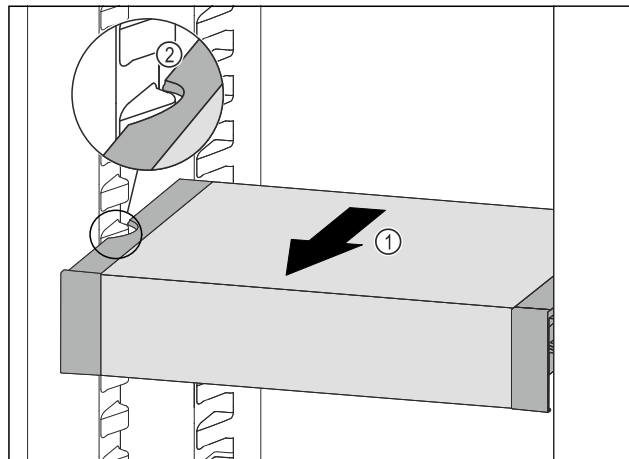

Fig. 116
- Tirare VarioSafe in avanti Fig. 116 (1) fino a quando le cavità laterali di VarioSafe non si trovano al livello della nervatura del contenitore nel vano frigorifero. Fig. 116 (2)